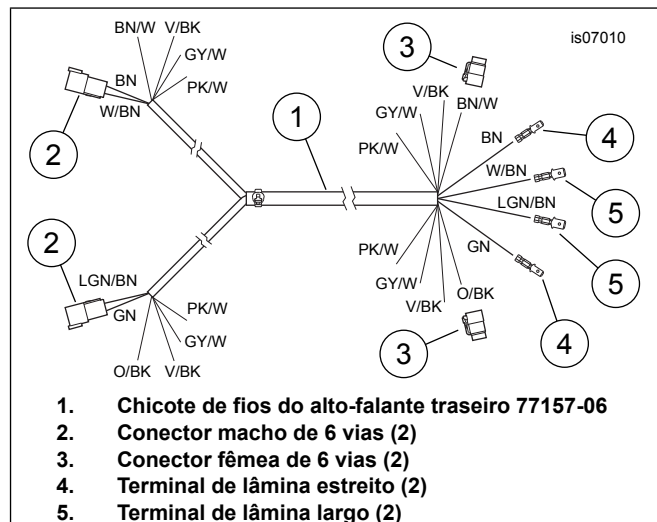
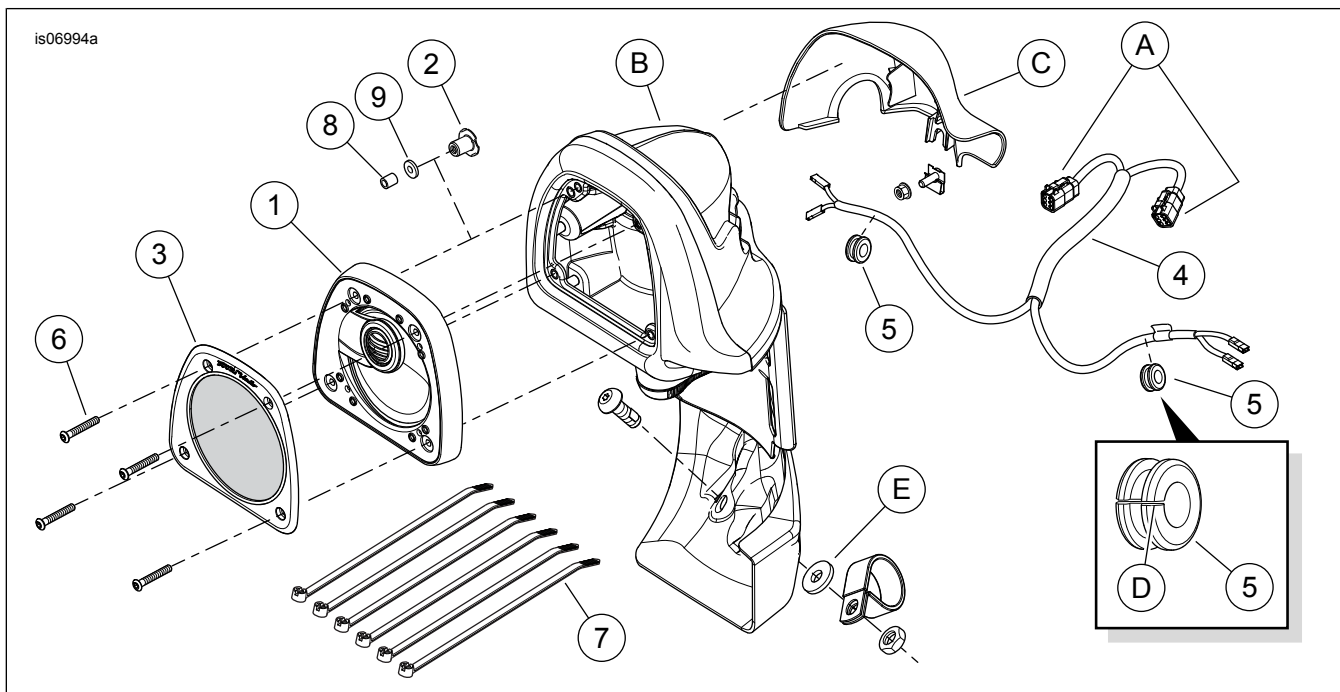

Figura 3. Chicote de fios, alto-falante da carenagem inferior até o amplificador montado na traseira
Figura 4. Peças de reposição, alto-falantes da carenagem inferior Boom! Audio
2. **Modelos equipados com carenagem inferior:** Veja Figura 4. Remova a carenagem inferior (B) de acordo com as instruções do Manual de serviço. Descarte as arruelas de borracha (E) na parte inferior da carenagem.
- Na parte traseira do porta-luvas, meça cerca de 25 mm (1.0 in) na parte superior (8) e 12 mm (0.5 in) para cima (9) a partir do flange correspondente da capa da carenagem inferior (área sombreada) e faça um furo de 9,5 mm (3/8 in) (10) na parede interna do porta-luvas.
- Veja Figura 4. Pegue o chicote de fios da carenagem inferior (4) do kit.
- Pegue ambos o lado esquerdo e o lado direito da carenagem inferior. Veja Figura 4, inserto. Corte (D) um dos ilhós (5) da borda externa até o furo central e instale sobre os fios corretos (lado esquerdo ou direito) da haste do chicote de fios da carenagem inferior (4), cerca de 100 mm (4.0 in) além do início do conduto da extremidade com dois terminais fêmea.
2. **Fazendo a correspondência dos conectores do alto-falante da carenagem inferior:** Veja Figura 4. Faça coincidir as cores dos fios nas cavidades 5 e 6 dos conectores fêmea de seis vias (A) do chicote de fios da carenagem inferior (4) com aqueles dos conectores macho de seis vias [41A] e [42A] do chicote de fios do rádio ou do chicote de fios sem revestimento Ultra. Acople o conector fêmea do alto-falante direito e esquerdo no conector macho correto. **Com o chicote de fios do rádio e SEM amplificador dianteiro:** Com o chicote de fios do rádio e **COM amplificador dianteiro:** Insira os quatro fios com terminação no conector do chicote de fios do amplificador [149B]. Consulte as instruções no kit do amplificador Boom! Audio.
Veja Figura 3. Um chicote de fios do alto-falante traseiro (item 1, peça N.º 77157-06), dois 4,8 mm (0.19 in) terminais de lâmina (item 4, peça N.º 72438-06), dois 6,4 mm (0.25 in) terminais de lâmina (item 5, peça N.º 72446-06) e seis abraçadeiras (peça N.º 10006) serão necessários.
1. Remova os conectores **fêmea** de seis vias (3) do chicote de fios do alto-falante traseiro cortando os fios **o mais próximo possível** dos conectores. Descarte os conectores fêmea.
2. Instale um terminal de lâmina estreito (4) na extremidade do fio **marrom sólido** de acordo com as instruções do anexo do Manual de serviço. Instale o terminal de lâmina estreito restante na extremidade do fio **verde sólido** no outro ramo do chicote de fios.
3. Instale um terminal de lâmina largo (5) na extremidade do fio **branco/marrom**. Instale o terminal largo restante na extremidade do fio **verde-claro/marrom**.
8. Acople o conector macho (Figura 3, item 2) do chicote de fios do alto-falante traseiro nos conectores fêmea (Figura 4, item A) do chicote de fios do alto-falante da carenagem inferior. Vá até “CONEXÃO DO CHICOTE DE FIOS DA CARENAGEM INFERIOR” na frente destas instruções para obter a referência de cores dos fios e depois prossiga para os passos 3 e 4 daquela seção.